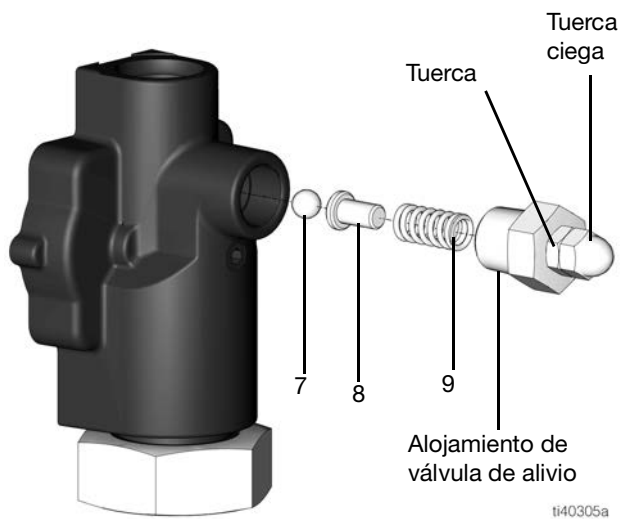

FIG. 43
5. Retire la carcasa de la válvula de alivio (FIG. 43).
6. Retire el muelle (9) (FIG. 43).
7. Retire la guía del muelle (8) (FIG. 43).
8. Retire la bola de alivio (7) (FIG. 43).
1. Coloque la bola de alivio (7) en su posición en el alojamiento de la bomba (consulte FIG. 43).
2. Vuelva a colocar la guía del muelle (8) (consulte FIG. 43).
3. Vuelva a colocar el muelle (9) (FIG. 43).
4. Apriete el alojamiento de la válvula de alivio en el alojamiento de la bomba (FIG. 43).